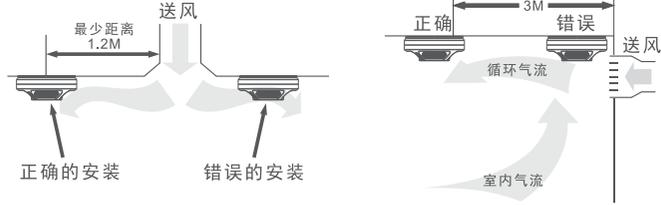

图7
7. 当报警器必须安装在送风口附近时，必须保持一定的距离，如图7所示。正确的安装位置可以使警器迅速、准确地探测到火灾。相反，不正确的安装位置，不但使报警器报警缓慢，而且报警器还容易受到风口的高速气流的干扰而产生误告警。